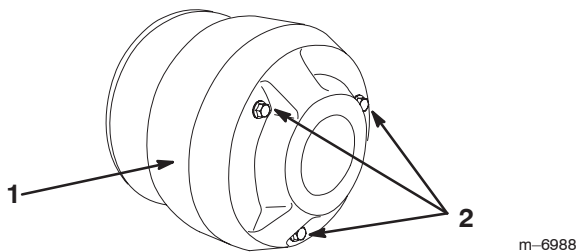

Figure 38
3. Retirez les trois boulons qui fixent le couvercle à l'embrayage et déposez le couvercle (Fig. 38).